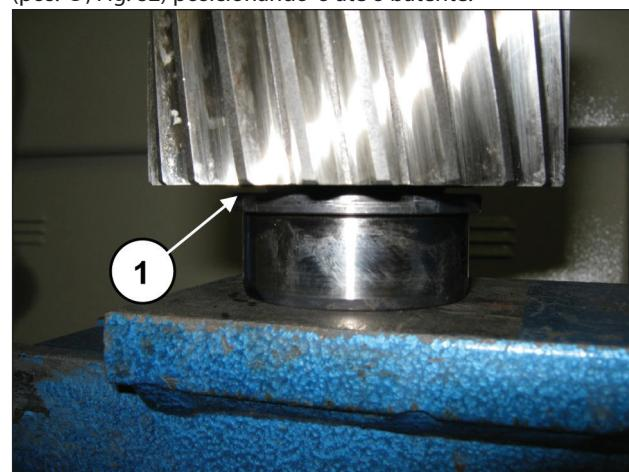

Fig. 82
Pré-monte o anel interno do rolamento 40x90x23 no pinhão (pos. ①, Fig. 82) posicionando-o até o batente.